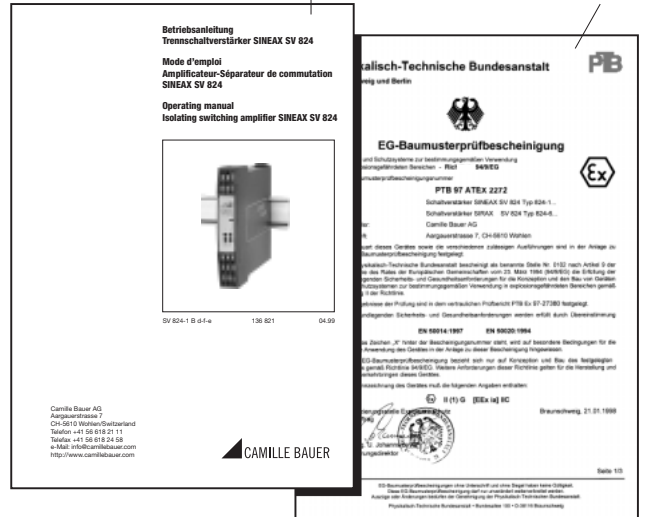

Fig. 1
- 2 **Etriers (2)** (pour ouvrir le boîtier)
- 2 **Plaquettes frontales (3)** (pour annotations)
- 1 **Attestation Ex (4)**
- 1 **Mode d'emploi (5)**, en trois langues: allemand, français et anglais
2. Etendue de la livraison (Fig. 1)